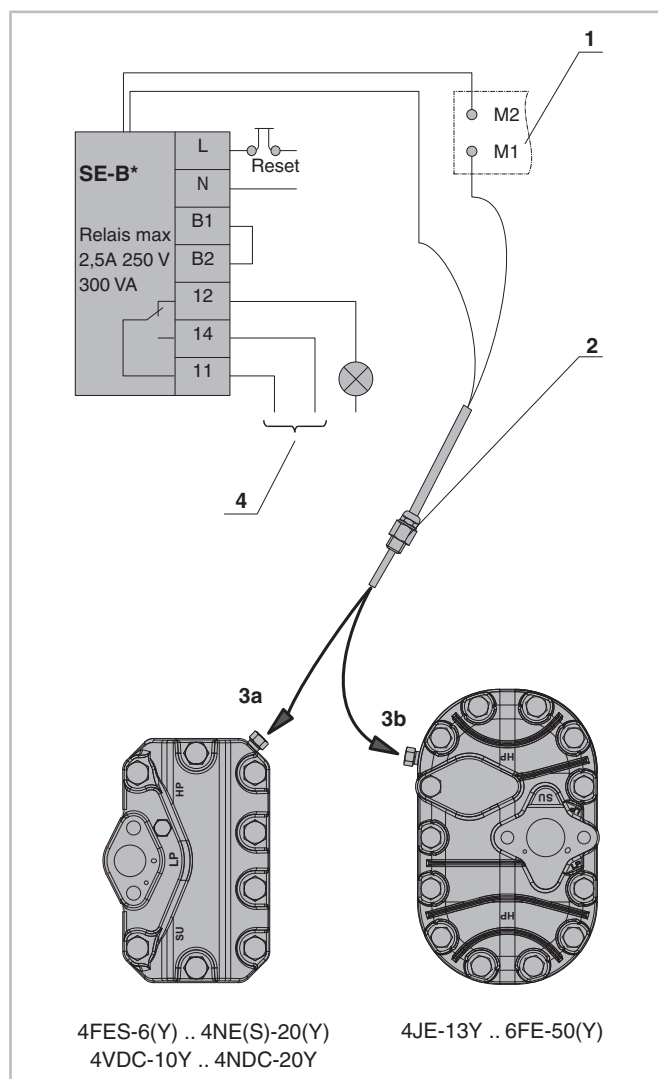

Fig. 21: Sonde de température pour gaz de refoulement en cas de démarrage à vide
- Compresseur avec démarrage à vide intégré : La sonde doit être intégrée à la tête de culasse pour démarrage à vide (voir figure 21, page 69).
- Connecter les fils de mesure en série aux sondes de température moteur (voir autocollant dans la boîte de raccordement et voir figure 21, page 69).